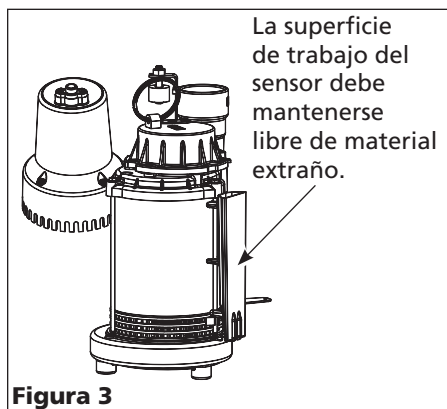

Figura 3
5. Limpie regularmente la superficie del sensor de agua para impedir que depósitos de sedimento u otros materiales se acumulen en la superficie del sensor (ver Figura 3).